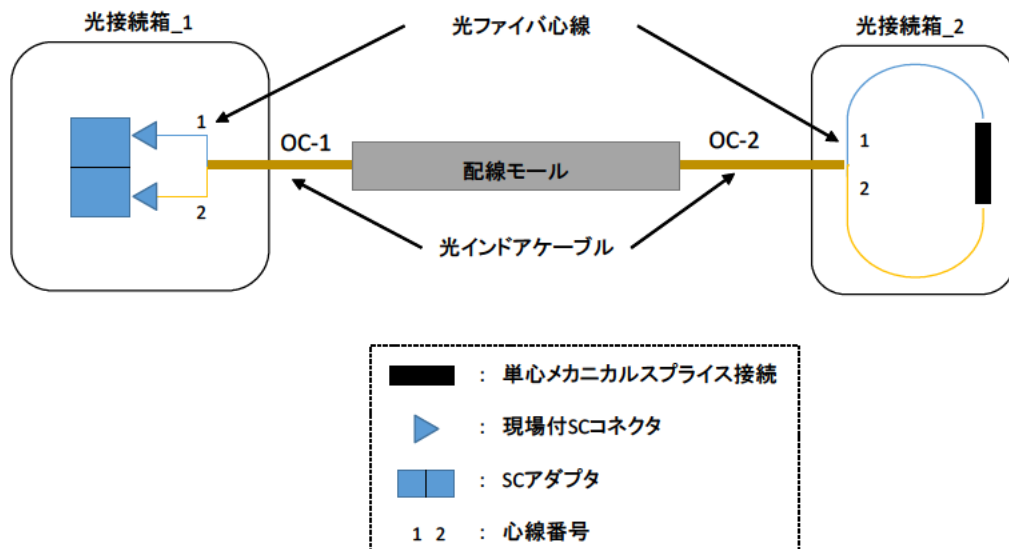

図2 光ファイバ心線接続図 (例)
- ・ 光接続箱_1 で、光インドアケーブル端を約 1m 口出し、図 2 に従って SC コネクタを成端シアダプタに接続すること。アダプタは所定の場所に固定する。
- ・ 光接続箱_2 で、光インドアケーブル端を約 1m 口出し、図 2 に従って心線を接続し収納する。